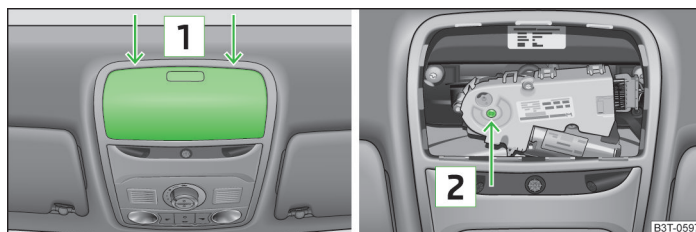

Fig. 198 Punct de amplasare a șurubelniței/orificiul pentru amplasarea cheii
- Introduceți o șurubelniță de cca. 5 mm lățime în fantă, cu atenție, în locul marcat cu săgeți 1 » fig. 198.